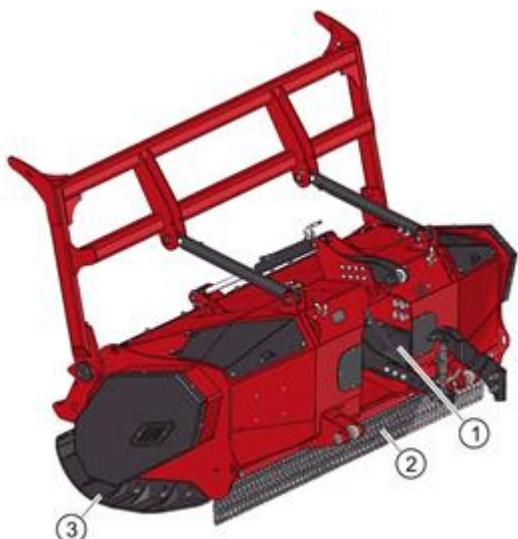

Рис. 10. Мульчирующая фреза (обратная сторона)
Кожух (1) (Рис. 10), который закрывает хвостовик вала конической передачи, выполнен так, чтобы он перекрывал защитную трубу приводного карданного вала в смонтированном состоянии и полностью закрывал все врачающиеся части привода.